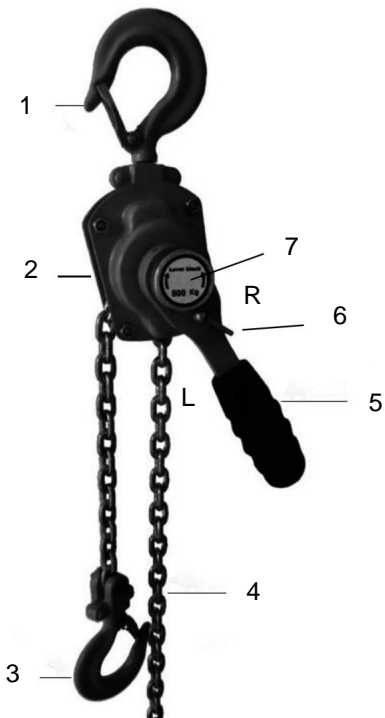

Fig. 1
10. Instruktioner för växelhandtaget: (Fig. 1)